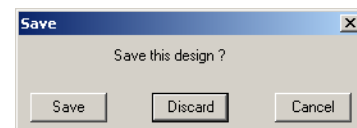

Рис. 22. Запрос на сохранение сделанных в проекте изменений.
2. В появившемся окне Save (рис. 22) нажмем кнопку Save и сохраним все сделанные в проекте изменения.